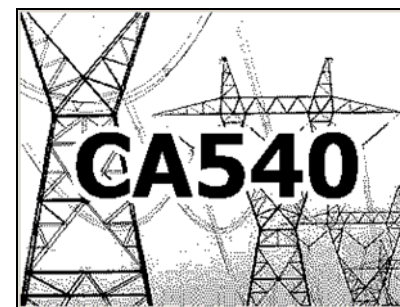
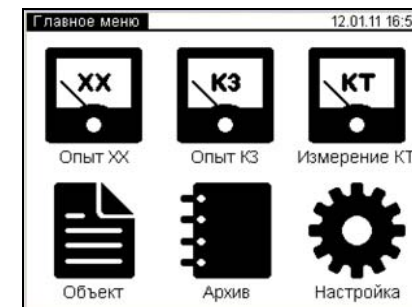

Рисунок 6.49
Рисунок 6.50
2) Установить выключатели "СЕТЬ", размещенные на передней панели Блока измерительного и на БСУ, в положение "I". На экране БУ появится изображение (рисунок 6.49).
3) Перейти в окно "Главное меню", для чего нажать в любом месте экрана БУ (рисунок 6.49). На экране появится окно "Главное меню" (рисунок 6.50)